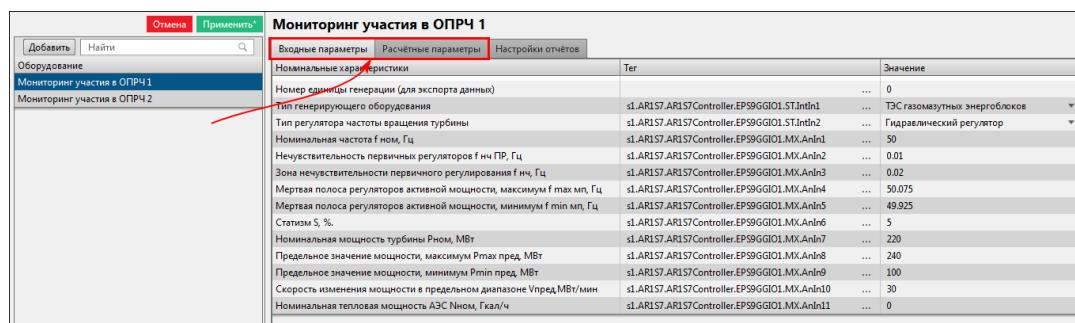

Рисунок 173 - Входные и расчетные параметры
12. Для каждого объекта участия в ОПРЧ назначены **Входные параметры** и **Расчетные параметры** на соответствующих вкладках (Рисунок 173). Теги к параметрам создаются и привязываются автоматически. Измените их, если это требуется для реализации вашей системы. После редактирования нажмите **Применить**.